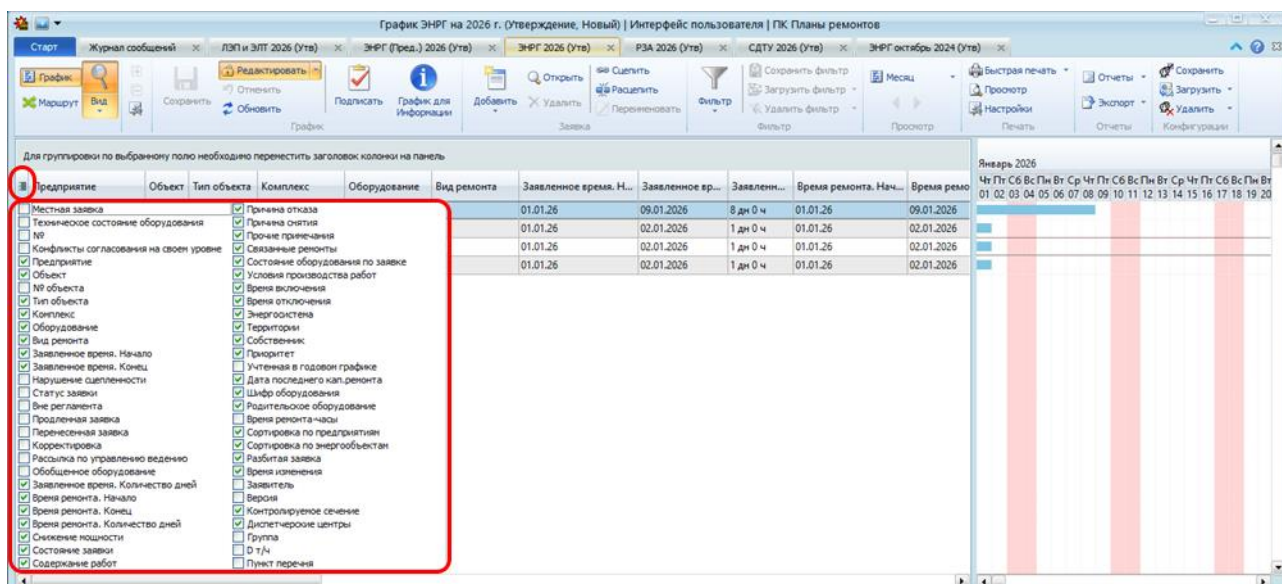

Рисунок 10.8 – Настройка состава столбцов
**Настройка состава столбцов** осуществляется выбором столбцов из раскрывающегося списка по кнопке «» в верхнем левом углу таблицы (Рисунок 10.8). Также в табличную форму графика можно добавить столбцы с дополнительными атрибутами, настройка которых производится в приложении «Интерфейс оборудования» (см. раздел «Ведение справочника «Дополнительные атрибуты» руководства по работе с приложением «Интерфейс оборудования»).